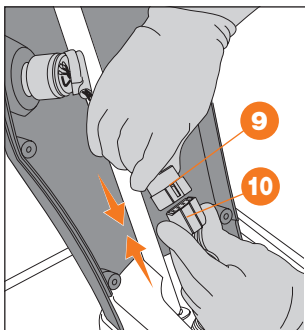

Рис. 7
- Соедините коннектор ключа зажигания **9** с коннектором двигателя **10** (Рис. 7).